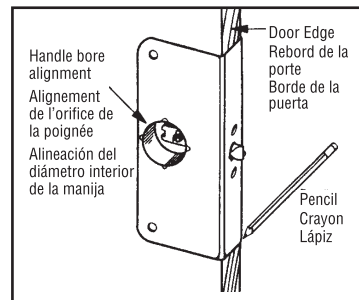

Fig. 4A
**Step 4A:** After sliding the guardplate onto the door, install the outside handle assembly through the bore, be sure the latch spindle properly engages the torque drive of the latchbolt. Close the door to test the jamb clearance. If door closes properly, finish assembly of inside handle and go to **Step 5**. If the guardplate hits the jamb, check the hinges for loose screws or worn hinge pins. If these are all right, you must remove 1/32 in. of the door edge under the guardplate, use a pencil to mark the area (**Fig. 4A**)
**Étape 4A:** Une fois que vous avez glissé la plaque de protection sur la porte, installez l'ensemble de poignée extérieure à travers l'orifice. Assurez-vous que l'axe de la poignée se glisse correctement dans l'ouverture du pêne demi-tour. Fermez la porte afin de vérifier le dégagement du montant. Si la porte se ferme correctement, terminez l'assemblage de la poignée intérieure et passez à l'étape 5. Si la plaque de protection se heurte au montant, vérifiez si les vis des charnières sont desserrées ou si leurs goupilles sont usées. Si ce n'est pas le cas, vous devrez entamer le rebord de la porte de 0,8 mm sous la plaque de protection. Dessinez le tracé à l'aide d'un crayon (**Fig. 4A**).
**Paso 4A:** Después de deslizar la placa de protección en la puerta, instale el ensamble de la manija exterior a través del diámetro interior; asegúrese de que el eje del pestillo siga la dirección de torsión del perno del pestillo. Cierre la puerta para asegurarse de que no exista interferencia con la jamba. Si la puerta se cierra correctamente, instale el ensamble de la manija interior y siga con el paso 5. Si la placa de protección golpea la jamba, revise si las bisagras tienen tornillos sueltos o pasadores desgastados. Si estos están bien, deberá rebajar 0,08 cm (1/32") del borde de la puerta debajo de la placa de protección. Use un lápiz para marcar el área (**Fig. 4A**).